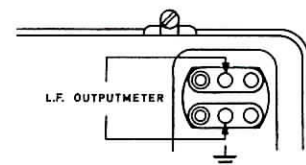

fig. 14
5. Sluit de L.F.-outputmeter aan op de telefoonaansluiting (zie fig. 14).